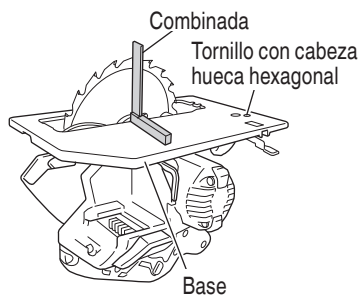

Fig. 34
6. Ajuste de la base y la hoja de sierra para mantener la perpendicularidad (Fig. 34)
- (1) Gire la cara de la base hacia arriba (Fig. 34), y afloje la palanca (A).
- (2) Aplique una escuadra a la base y la cuchilla de la sierra y, girando el tornillo con cabeza hueca hexagonal con una llave de barra hexagonal de 3 mm, desplace la posición de la base hasta conseguir el ángulo recto deseado.